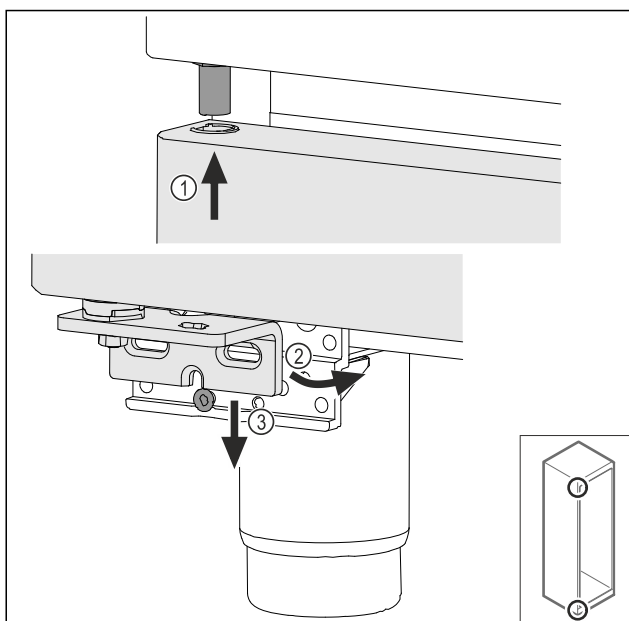

Fig. 49
- ▶ Naviňte hore zľahka naklonené dvere Fig. 49 (1), rovno vyrovnejte dvere Fig. 49 (2) a nasadte ich dole na skrutku ložiskovej konzoly Fig. 49 (3).